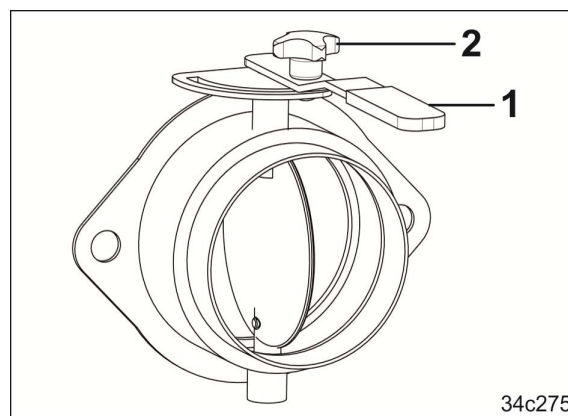

Рис. 57
2. Удерживая рычаг (Рис. 57/1), открутите винт с накатной головкой (Рис. 57/2).
6. Зафиксируйте рычаг (Рис. 57/1) винтом с накатной головкой (Рис. 57/2).